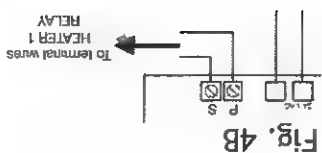

Fig. 4B
- branchez les deux fils des bornes J7 (P_S) de la carte HPEC-003 aux bornes HEATER RELAY 1 du système Aqua Logic (voir FIG. 4B) ;
- Run two J7 (P_S) terminal wires from the HPEC-003 board to the HEATER RELAY 1 terminals of the Aqua Logic system (see FIG. 4B).